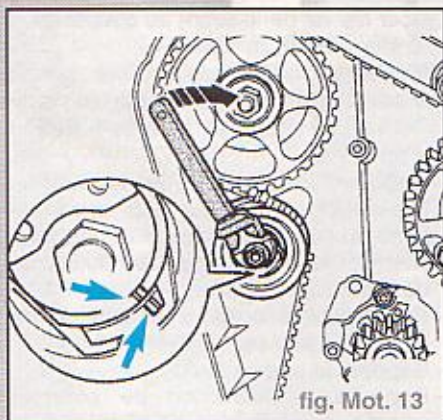

fig. Mot. 13
- Tendre la courroie crantée. Pour cette opération, tourner une clé pour écrou (p. ex. **Matra V159**) dans le sens d'horloge sur l'excentrique jusqu'à ce que l'encoche et le bossage (-flèches-) coïncident (fig. Mot. 13)
- Appuyer fortement sur la courroie crantée avec le pouce. L'encoche et le bossage (flèche) doivent se décaler (fig. Mot. 13).